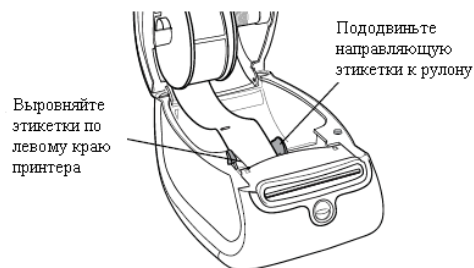

Рис. 8
- Рулон с этикетками должен быть установлен по левому краю (см. рис. 8)
7. Необходимо выровнять левую сторону этикетку по левому краю отверстия для подачи этикетки. См. рис. 8
8. Сдвиньте направляющую этикетки влево до тех пор, пока она не прижмет правую сторону этикетки. См. рис. 8